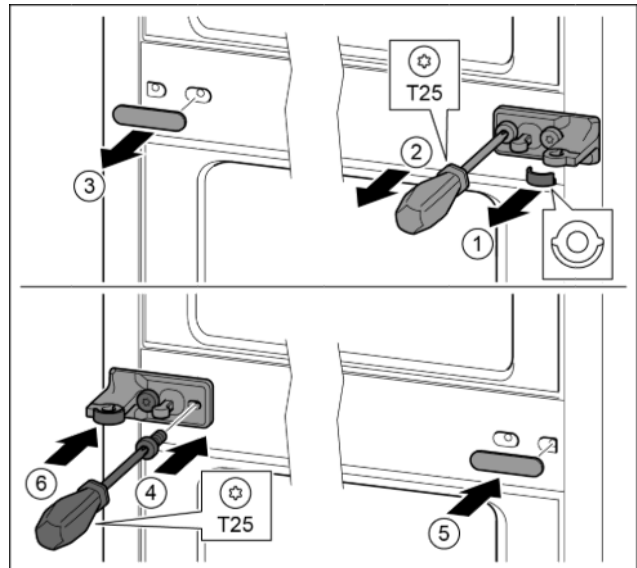

Fig. 13
- ▶ Stáhněte podložku. Fig. 13 (1)
- ▶ Šroubovákem T25 vyšroubujte šrouby. Fig. 13 (2)
- ▶ Opatrně stáhněte kryt. Fig. 13 (3)
- ▶ Stojan ložiska s fólií otočený o 180° pevně přišroubujte na druhé straně. Fig. 13 (4)
- ▶ Kryt otočený o 180° připevněte na druhé straně. Fig. 13 (5)
- ▶ Zepředu nasuňte podložku. Fig. 13 (6)